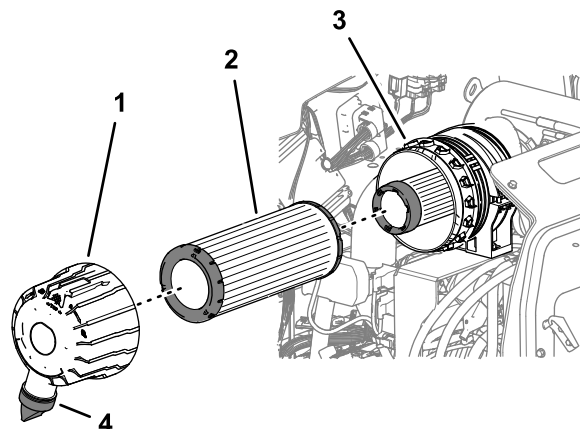

Figura 50
3. Retire o filtro de ar principal (Figura 50).